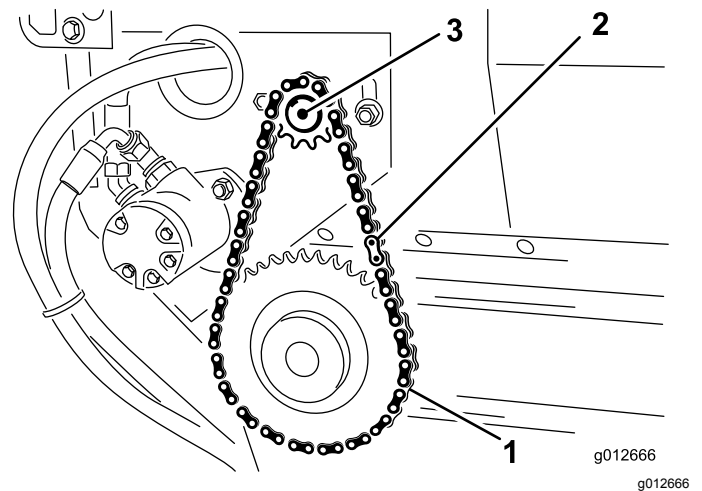

Figura 29
2. Retire el eslabón maestro de la cadena y retire la cadena del piñón pequeño (Figura 29).